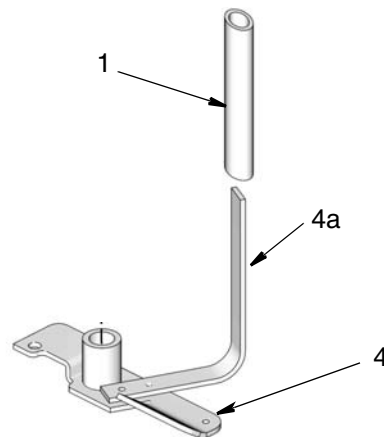

FIG. 7
1. Lubrificare leggermente il braccio della pala di mescolamento (4a) con lo stesso lubrificante che si usa per la pompa (FIG. 7).
2. Far scivolare la spazzola (1) sopra il braccio (4a) sulla pala di mescolamento (4) (FIG. 7).